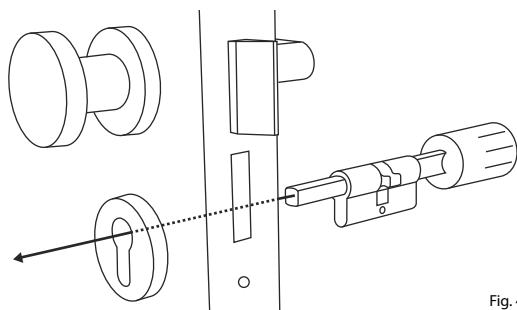

Fig. 4
- ④ Dall'interno della porta, spingere il cilindro nella serratura a mappa della porta (Fig. 4).